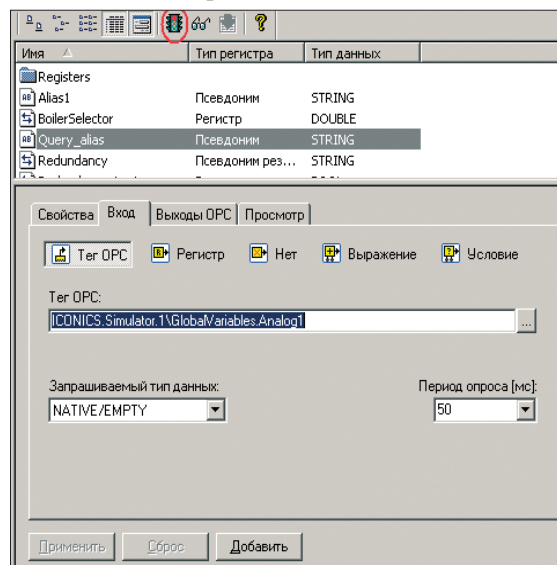

Рис. 29. Псевдоним DWX32, управляющий изменением параметра запроса
Simulator.1\GlobalVariables.Analog1, значение которого будет определять значение параметра PID, как показано на рис. 29.
3. Запустить сервер DWX32 на исполнение (значок с изображением светофора на рис. 29).